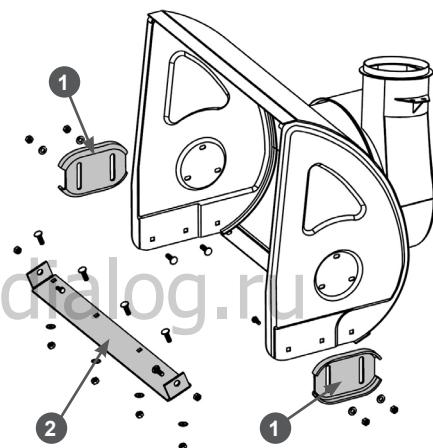

Рис. 37 Обслуживание кожуха шнеков
1. Открутите гайки, извлеките болты крепления полозков 1 (Рис. 37) и снимите полозки с кожуха шнеков.
2. Переверните полозки на 180 градусов или установите новые полозки и закрепите их четырьмя болтами и гайками (Рис. 37). Перед окончательной затяжкой гаек отрегулируйте высоту забора снега.
Для наглядности на Рис. 37 кожух шнеков показан без шнеков, редуктора и валов.
1. Открутите гайки, извлеките болты крепления и снимите нижнюю накладку 2 с кожуха шнеков (Рис. 37).
2. Установите новую нижнюю накладку и закрепите ее болтами и гайками (Рис. 37).